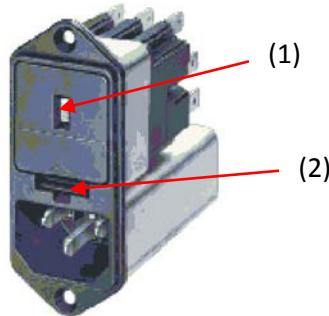

图 5.2: 功率输入模块
2. 将小型一字型螺丝刀或类似工具的尖端插入插槽(2) (参见图 5.2), 轻轻地撬起熔断器底座上的固定卡头。然后, 熔断器底座将会滑出。